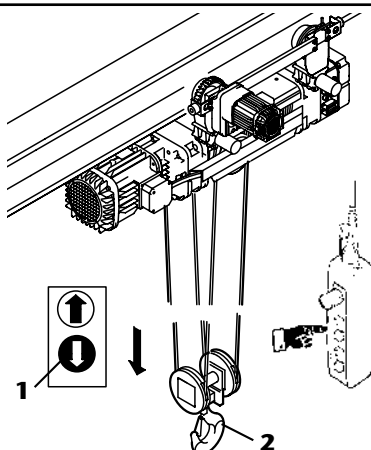

fig. 145
1. Actionner le bouton descente -1- de la boîte à boutons, amener la moufle inférieure dans la position la plus basse -2- et libérer la charge (fig. 145).
1. Actionné le bouton descente -1- de la boîte à boutons et positionner le moufle en point bas maximum -2- et enlever la charge (fig. 145).